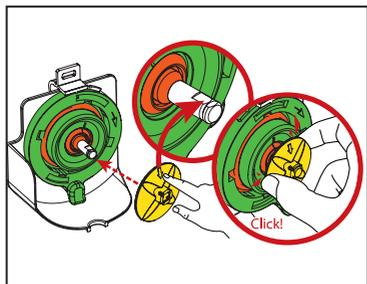

Fig.3
2. Remettez la plaque de montage en place sur le moteur et l'arbre du mélangeur. Veillez à orienter la flèche sur le fouet vers la surface plane de l'arbre. Enfoncez le fouet sur l'arbre jusqu'au déclic. (Voir Fig.3)